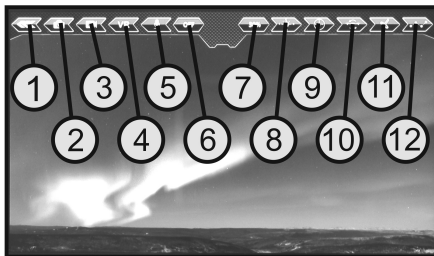

Figure 23
L'image présentée en arrière-plan sur la figure 23 s'affiche uniquement lorsque l'application a été activée au moment où le quadricoptère était éteint. Si une connexion WLAN est établie avec le quadricoptère, l'image de la caméra s'affiche en arrière plan.
**Les symboles représentés sur la figure 23 ont les fonctions suivantes :**
Vous pouvez également activer les boutons correspondants sur le Smartphone (voir figure 23, pos. 2 ou 3). Dans ce cas, seul l'enregistrement vidéo en cours s'affiche sur le Smartphone. La LED du quadricoptère ne clignote pas.